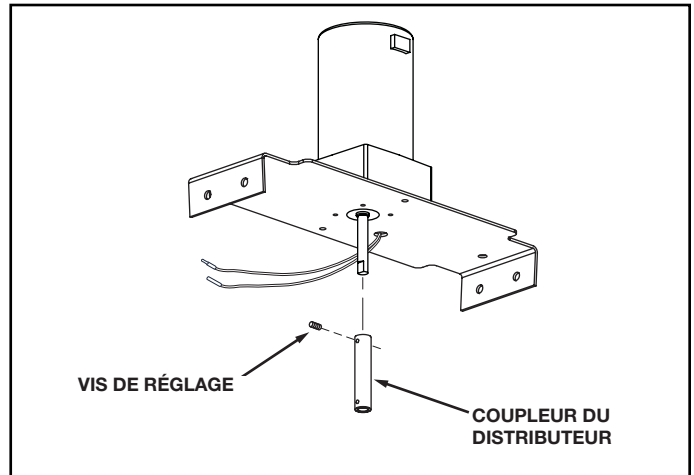

FIGURE 10
14. Assembler le coupleur du distributeur sur l'arbre du moteur et le fixer avec la vis de réglage sur le côté plat de l'arbre du moteur. Voir la figure 10.